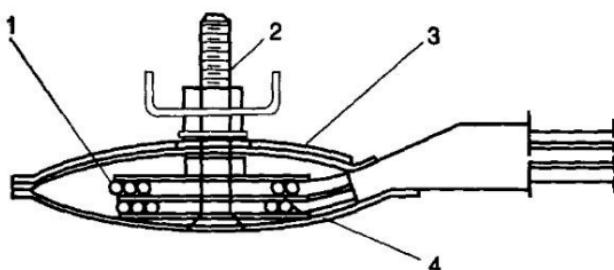

Рис. 92. Термореле толщины льда (в разрезе):
36.6. Термореле толщины льда (рис. 92) выдает сигнал на окончание цикла намораживания блока льда, когда его толщина достигает заданной величины. Контакты реле разомкнуты во время цикла намораживания. Когда толщина блока льда достигает заданной величины, контакты замыкаются, и начинается цикл нагрева испарителя (выключаются электродвигатели конденсатора и водяного насоса, включается электромагнитный вентиль горячего пара хладагента). Толщину блока льда можно изменить при помощи регулировочного винта, установленного на термочувствительном элементе реле. При опускании термочувствительного элемента толщина блока льда уменьшается, и наоборот.